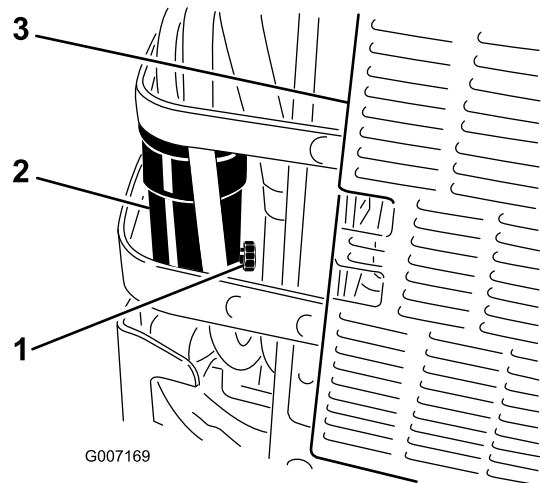

Figure 54
6. Dévissez le robinet de vidange du séparateur d'eau d'un tour environ pour vidanger l'eau et autres contaminants (Figure 54).
7. Fermez le robinet de vidange lorsque le gazole commence à sortir (Figure 54).